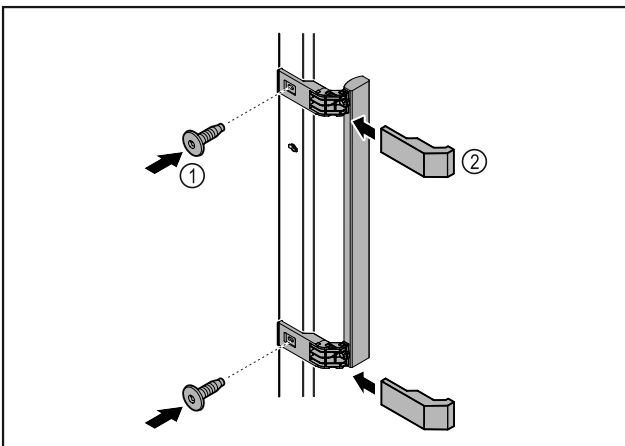

Fig. 8
- ▶ Plasser håndtaket som fulgte med, på døren med de vedlagte skruene Fig. 8 (1).
- ▶ Sett på dekselet Fig. 8 (2).